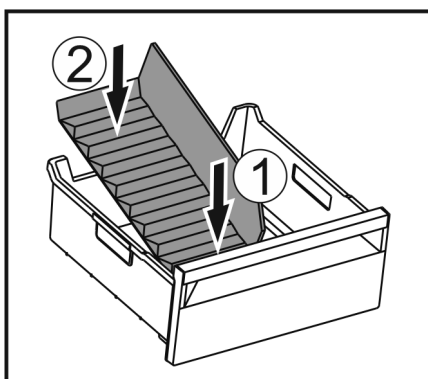

Fig. 49
- ▶ Přepážku vložte nejprve vpředu Fig. 49 (1).
- ▶ Spusťte dolů zadní díl Fig. 49 (2).